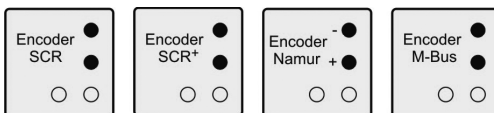

Рис. 10: Наклейка инкодера
- Используйте для электрического подключения только экранированный кабель (DIN EN 60079-14) и следите за правильностью подсоединения выводов (смотрите наклейку рядом с крышкой клеммной коробки), рис. 10.